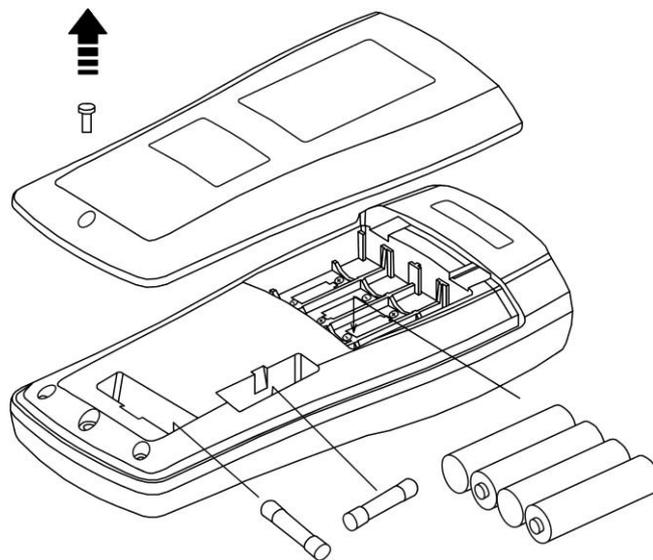

Fig. 11: Substituição das baterias e fusíveis internos
3. Retirar as baterias e inserir outras do mesmo tipo (consultar o § 6.1.3) observando a correcta polaridade e recolocar a cobertura do alojamento da bateria (ver Fig. 11). Usar os respectivos contentores para a eliminação das baterias.